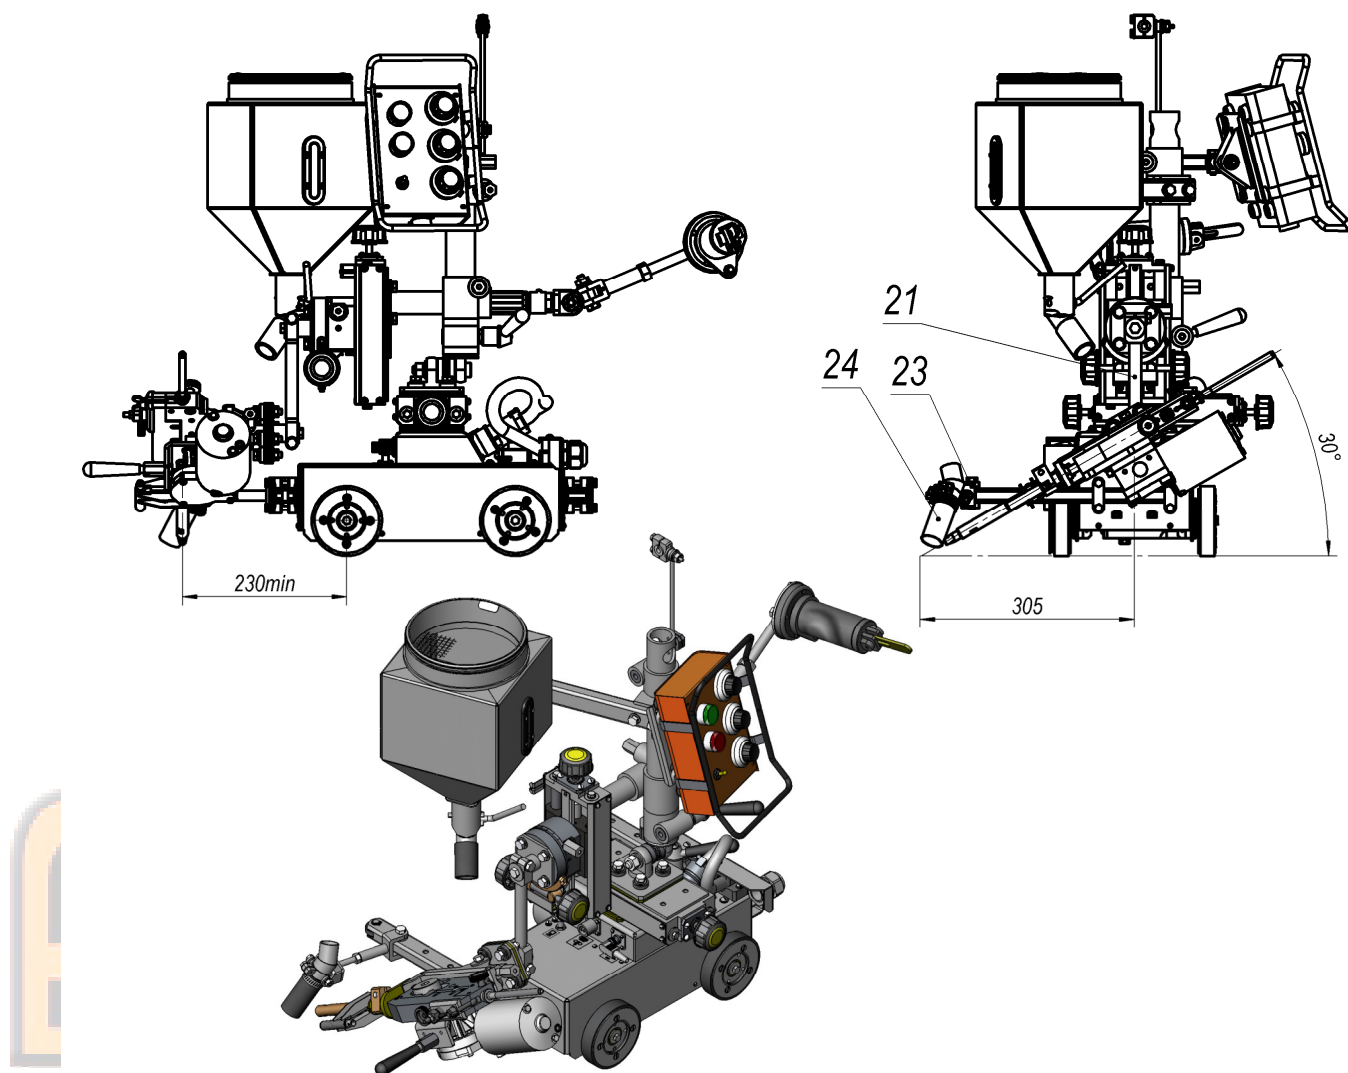

Рис.16
К механизму поворота **13** (Рис.1а) вместо механизма подачи проволоки **11** (Рис.1а) подсоединить удлинитель **21** (Рис.16), а к нижней части удлинителя через изолирующие элементы подсоединить механизм подачи проволоки. При сварке под слоем флюса, к переднему боковому упору прикрепить вилку **23** с патрубком **24**, подсоединить к патрубку трубопровод флюса. Поворот на нужный угол – за счет поворота мех. подачи проволоки относительно удлинителя.
4.9.1 Удлинитель (АДФГ-6.00-21.000) 21 (Рис.16)
4.9.2 Патрубок 24 (Рис.16) (АДФГ-6.00-24.000)
Вилка 23 (Рис.16) представляет собой набор деталей 1, 2, 3, 4, 8 и 6